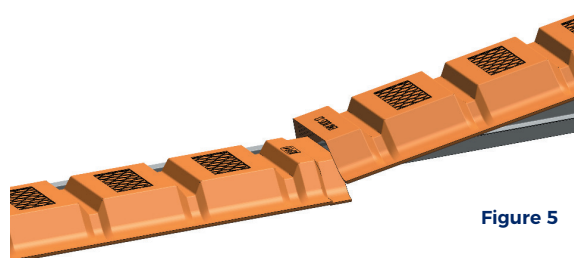

Figure 5
- Poser l'entrevous suivant en superposant l'about haut sur l'about bas (Figure 5)